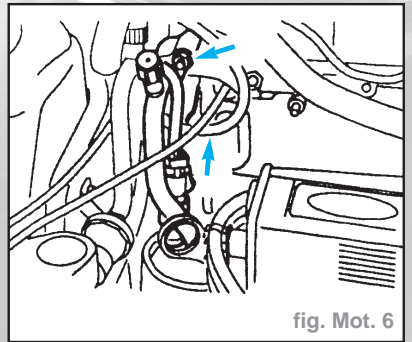

fig. Mot. 6
- Déposer la tuyauterie hydraulique de climatisation (fig. Mot. 6).
- Reposer la tuyauterie de climatisation (fig. Mot. 6).